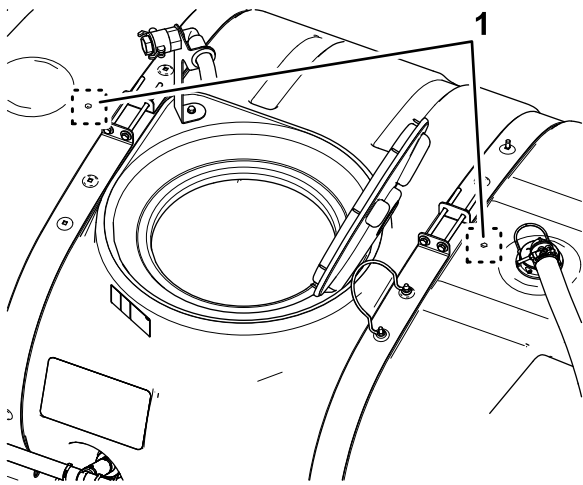

Figura 17
2. Localize as duas marcas de perfuração no depósito principal (Figura 17).